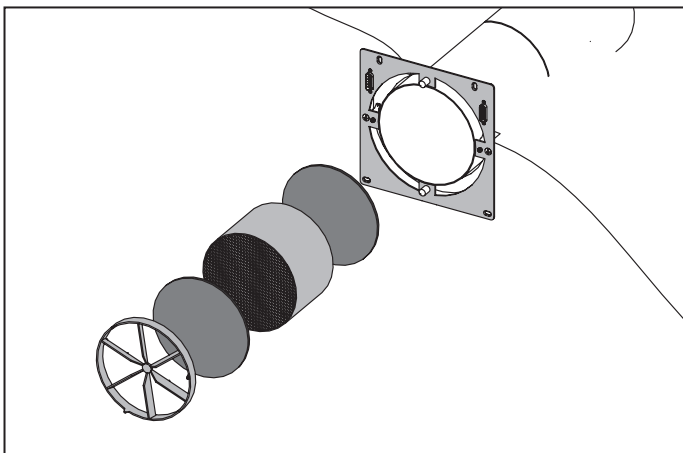

Рис. 24. Извлечение компонентов установки
- Извлеките выпрямитель потока воздуха. Извлеките регенератор и фильтры из канала, потянув за предусмотренный специальный шнур. Будьте осторожны при извлечении регенератора во избежание его повреждения. (см. Рис. 24).